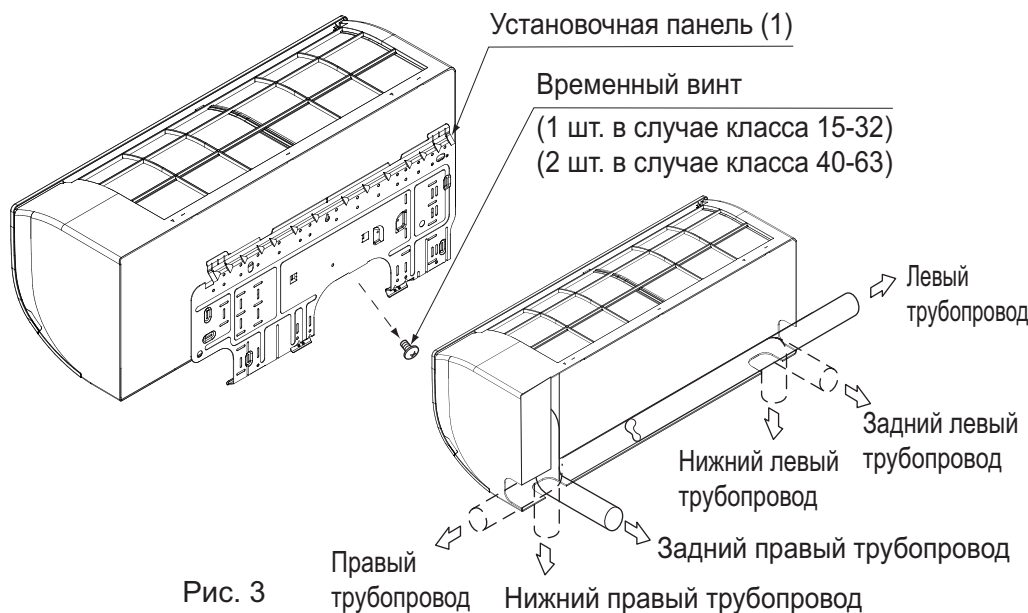

Рис. 3
(1) Откройте отверстие для трубопровода.
- Трубопровод для хладагента и дренажную трубу можно вывести в 6 направлениях: слева, снизу слева, сзади слева, справа, снизу справа и сзади справа. **(См. рис. 3)**
(2) Снимите установочную панель (1) с блока и закрепите ее на стене.
(См. рис. 3)